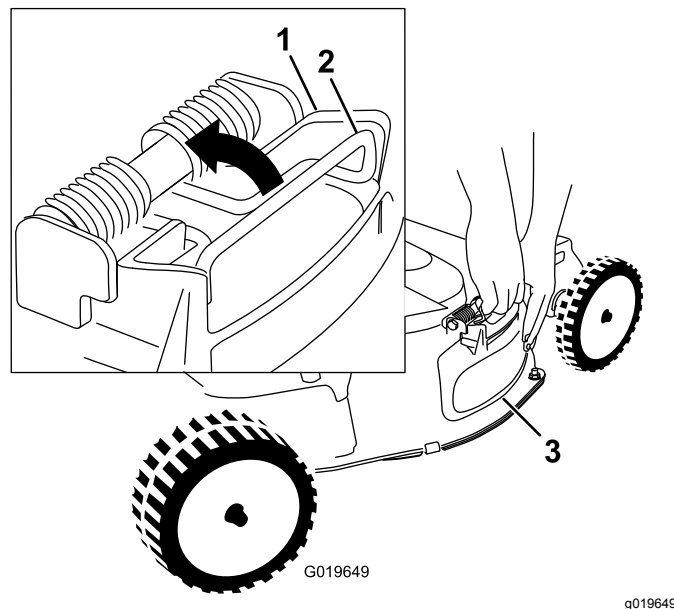

Figure 24
4. Déposez le déflecteur d'éjection latérale en tirant sur le ressort qui maintient le volet en place (Figure 24).